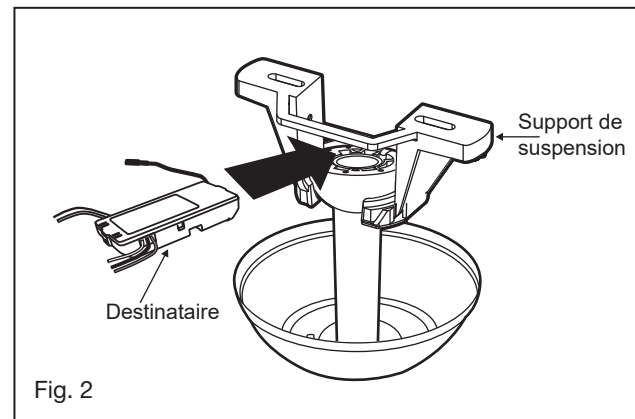

Fig. 2
- 3 Desserrez les deux vis de sécurité et retirez la goupille de la tige de suspension et le clip de retenue de l'accouplement sur le dessus de l'ensemble moteur. (Fig.2)
4 Insérez le récepteur dans le support de montage au plafond avec le côté plat du récepteur face au plafond. (Fig. 2) Pour de meilleures performances, assurez-vous que l'antenne noire, à l'extrémité du récepteur, reste déployée et n'est emmêlée avec aucun des fils électriques.
- 1 Retirez l'une des trois vis de la plaque de montage située sur le moteur du ventilateur. Desserrez les 2 autres vis. (Ne pas retirer) (Fig.2)
- 2 Tout en tenant le kit d'éclairage LED sous votre ventilateur, effectuez les connexions de la fiche polarisée: (Fig.2)
- 2 Installez l'émetteur mural sur la boîte murale existante à l'aide des vis fournies. Fixez la plaque murale avec les vis de montage pour terminer l'installation. (Fig.2)